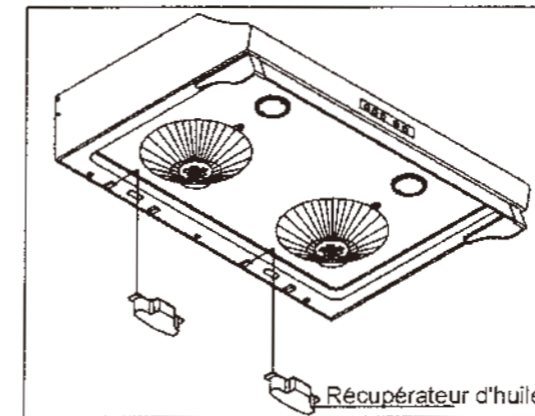

Fig. 19 Installez les récupérateurs d'huile
13. Mettre en place les deux récupérateurs d'huile comme indiqué ci-dessous. (Fig. 19).